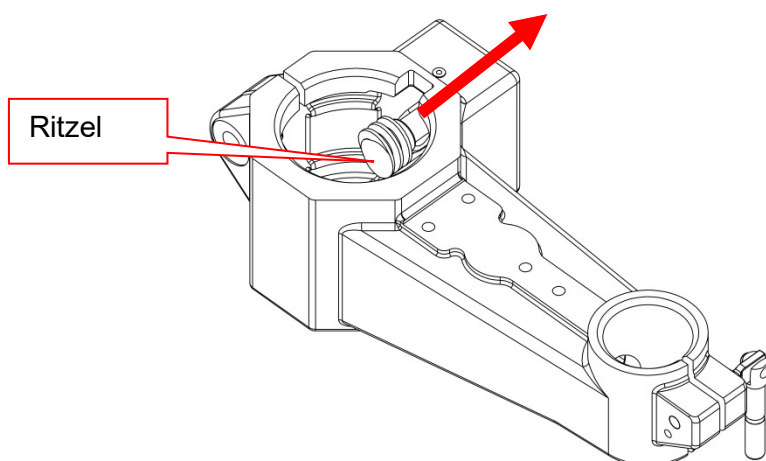

Abbildung 03
1. Vergewissern Sie sich, dass das Ritzel wie in **(Abbildung 03)** gezeigt in die Tischhalterung eingesetzt ist, so dass Ritzel und Zahnrad ineinander greifen.